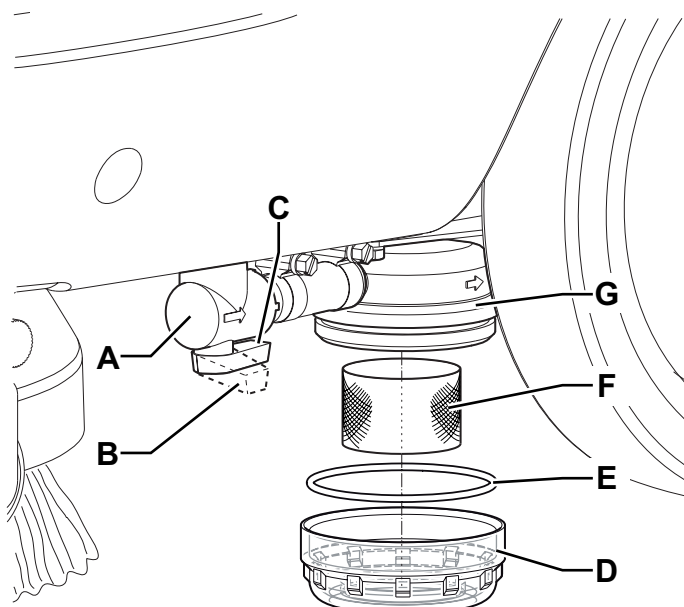

Figure 9
2. Vérifier que la fiche du câble d'alimentation (21) est branchée au réseau électrique.
3. Fermer le robinet de la solution (A, Fig. 9) situé dessous la machine, devant la roue arrière gauche. Le robinet (A) est fermé quand il se trouve dans la position (B) par rapport aux tuyaux ; il est ouvert quand il se trouve dans la position (C).
4. Retirer le couvercle transparent (D) avec le joint d'étanchéité (E), puis retirer le filet filtrant (F). Les nettoyer et les reposer sur le support (G).